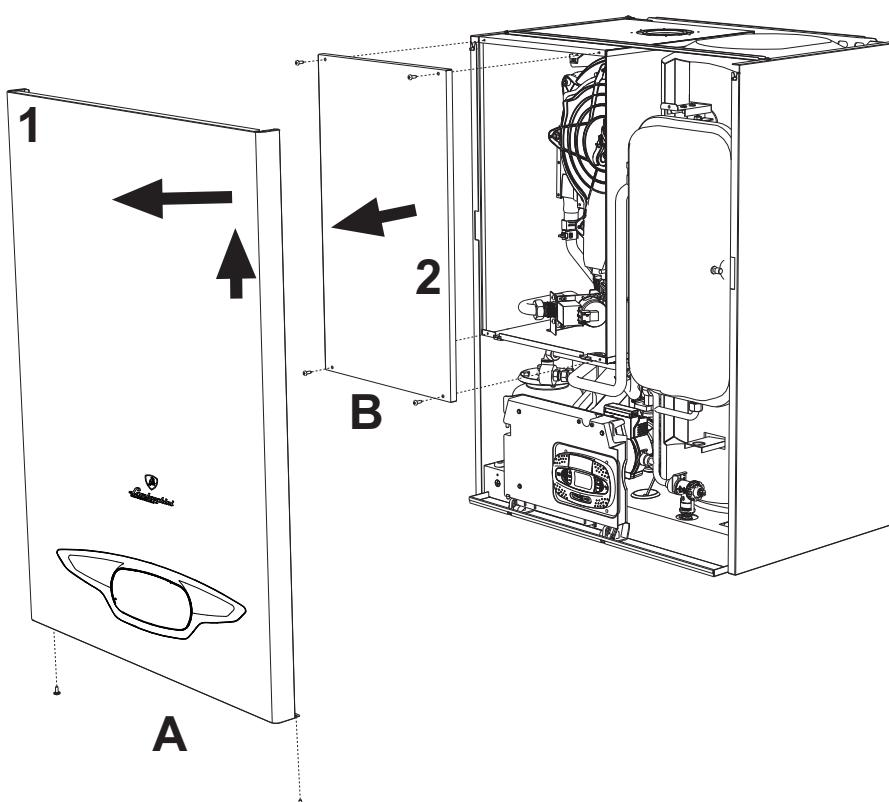

fig. 32 - Apertura pannello frontale
- 1.Svitare le viti **A** (vedi fig. 32).
- 1.Svitare le viti **B** (vedi fig. 32).